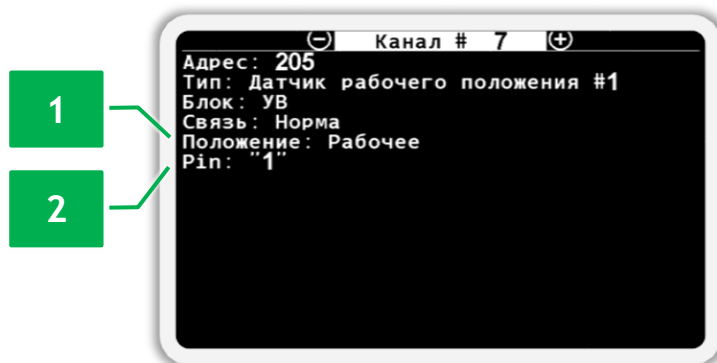

Рисунок 47 Экран просмотра состояния датчика рабочего положения
- Отображение текущего положения (см. Рисунок 47 п.1). Имеет два возможных значения:
- Текущее значение логического уровня на входе в устройство ввода (см. Рисунок 47 п.2).